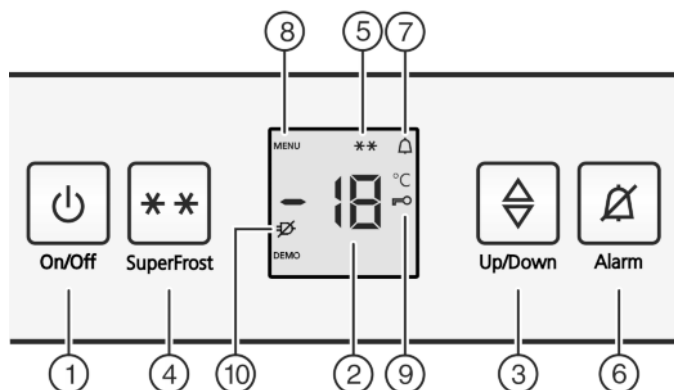

Fig. 2
- Вместе с индикацией температуры мигает символ «SuperFrost» Fig. 2 (5).\*
- ▶ Нажать кнопку On/Off Fig. 2 (1).
- ▶ Активация режима настройки: Нажмите кнопку SuperFrost Fig. 2 (4) и удерживайте ее прим. 5 секунд.
- ▷ На индикаторе будет отображаться символ «Меню» Fig. 2 (8).
- ▶ Для подтверждения нажать и отпустить кнопку «SuperFrost» Fig. 2 (4).
- ▷ На индикаторе горит символ «Защита от детей» Fig. 2 (9).
- ▶ нажмите и отпустите кнопку "On/Off" Fig. 2 (1).
- ▷ Символ «Защита от детей» Fig. 2 (9) гаснет.
- ▶ Нажмите кнопку Alarm Fig. 2 (6).
Одновременно мигает индикация температуры и символ тревоги Fig. 2 (7).
Звуковой сигнал выключается автоматически, символ аварийного сигнала Fig. 2 (7) выключается и индикатор температуры перестает мигать, если температура снова становится достаточно низкой.